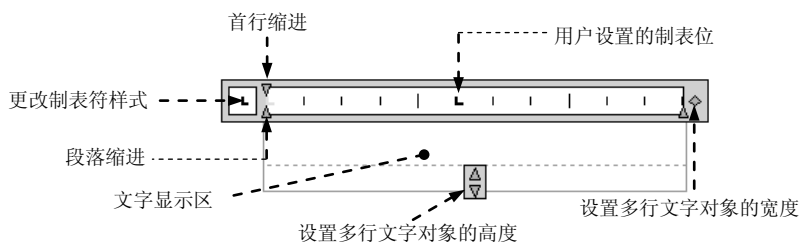

图 7.1.20 文字输入窗口
Step2. 设置多行文字的矩形边界。在绘图区中的某一点 A 处单击, 以确定矩形框的第一角点, 在另一点 B 处单击以确定矩形框的对角点, 系统以该矩形框作为多行文字边界。此时系统弹出图 7.1.19 所示的“文字格式”工具栏和图 7.1.20 所示的文字输入窗口。
Step3. 输入文字。在字体下拉列表中选择字体“楷体_GB2312”；在文字高度下拉列表中输入数值 8；在文字输入窗口（图 7.1.20）中输入图 7.1.18 所示的文字后，在空白位置单击完成操作。